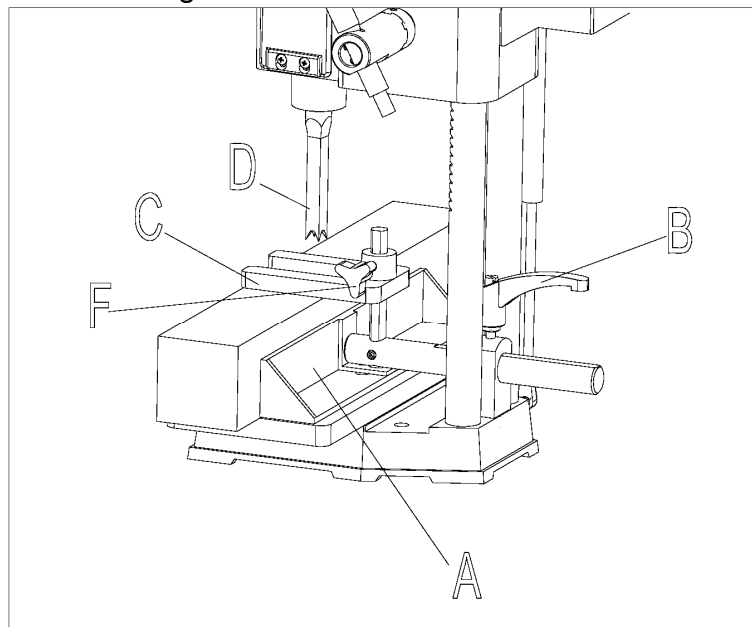

Fig. 8
1. Montate il porta accessori (A) **Fig. 8** nella parte posteriore della colonna della mortasatrice utilizzando le due viti M6x1x25 mm (B) e le rondelle corrispondenti come illustrato.